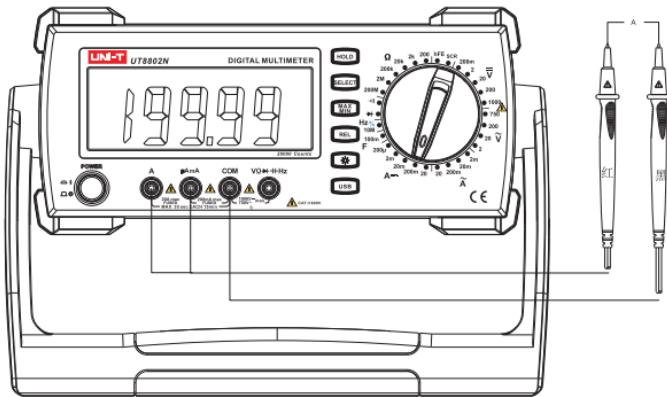

图 3. 交直交流测量
- 2) 将仪表的旋转开关转到图3交流或直流档位选择所需测量的交流或直流将仪表表串联待测回路中。